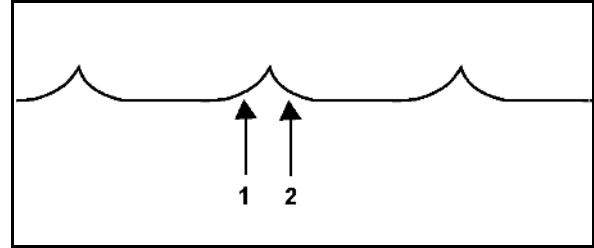

Fig. 50
- Arbejdsdybden indstilles hydraulisk ved hjælp af skalaen (Fig. 50/1).